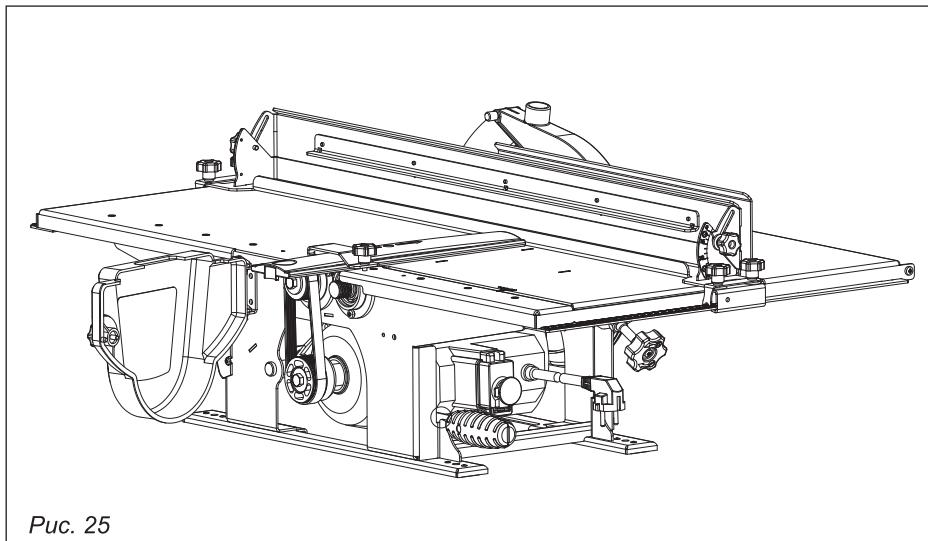

Рис. 25
- Потянуть ручку вверх и установить ее в прорезь **B**, тем самым ослабляя натяжение ремня; (рис. 25)